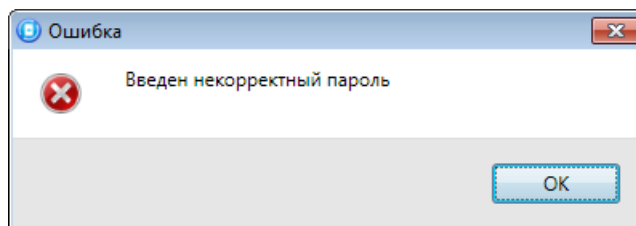

Рис. 9.6. Сообщение об ошибке
**Внимание!** Для регистрации кода или электронного ключа необходимо, чтобы соответствующий способ постановки/снятия (например, *Электронный ключ* или *Клавиатура Мираж-КД*) был предварительно выбран на вкладке *Параметры* в раскрывающемся списке *Способ управления постановкой/снятием*. противном случае ввод не будет принят и появится сообщение об ошибке (Рис. 9.6).